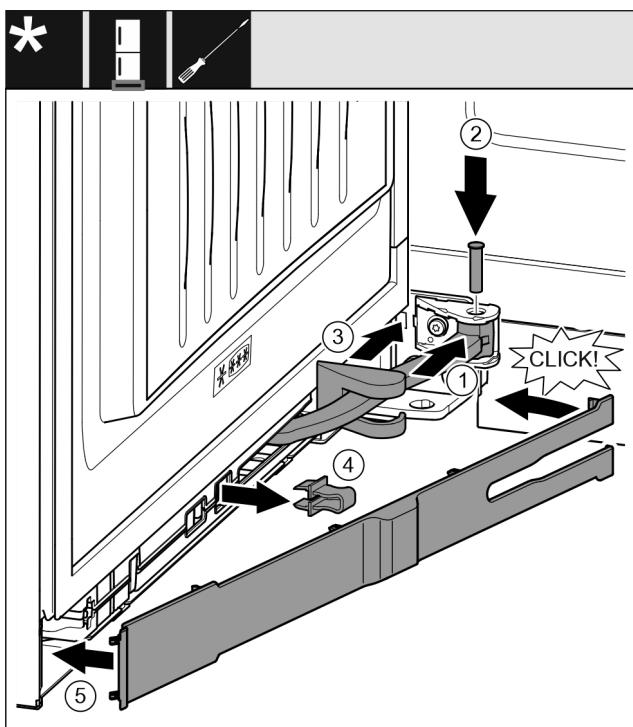

Fig. 47
- ▶ Завъртете шарнира в окачването. Fig. 47 (1)
- ▶ С отвертка T15 поставете болта в окачването и шарнира. При това обрънете внимание на това, фиксиращата гърбица да е легната правилно в жлеба. Fig. 47 (2)
- ▶ Избутайте капака на лагерната стойка по продължение на шарнира и го монтирайте над окачването. Fig. 47 (3)
- ▶ Свалете предпазителя. Fig. 47 (4)
- ▶ Поставете капачката от страната на дръжката и я завъртете навътре. Fig. 47 (5)